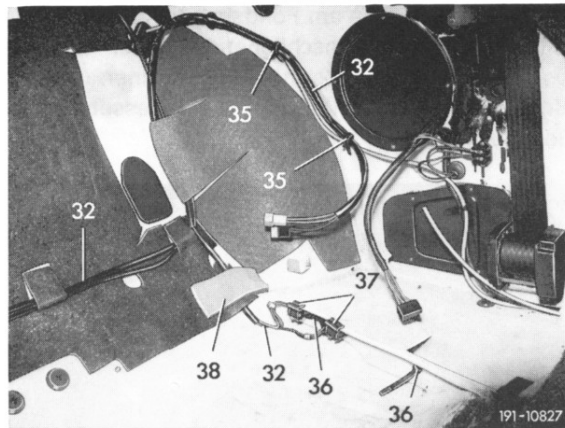

Bild 17
51 Zusatzleitungssätze (31 und 32) mit den Teilen (33 und 34) am Leitungsverbinder (29) anschrauben (Bild 17, 20 und 21).